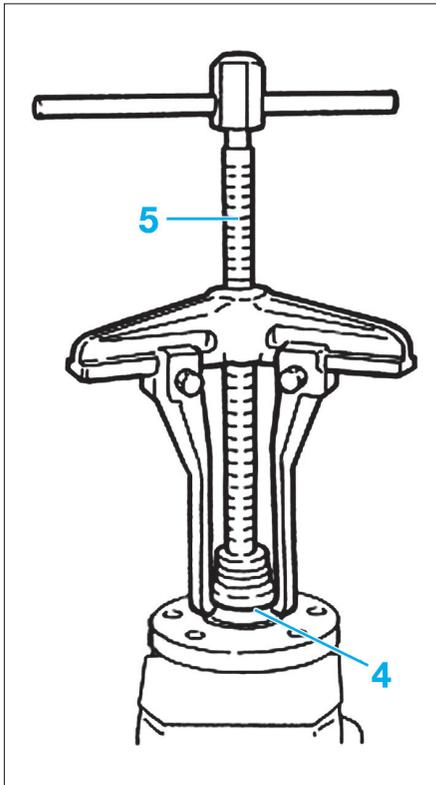

Fig. 19
- Déposer la cage interne (4) du roulement du moyeu avant, à l'aide d'un extracteur (5) (Fig.19).